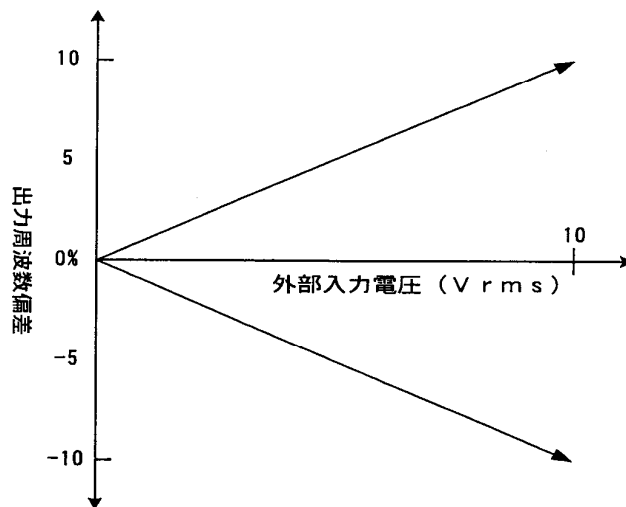

図5-3. EXT SYNC
- (2) 電源を入れ、各スイッチを目的の位置にセットします。
- (3) 目的の周波数レンジに⑤周波数レンジ設定ボタンをセットし、⑦周波数ダイヤルを以下のように合わせます。例えば、⑤周波数レンジ設定ボタンを×100にセットし、⑦周波数ダイヤルを50にセットすると、出力周波数は5kHz ($100 \times 50 = 5000 = 5k$) となります。
- (4) ④出力波形選択ボタンで正弦波、方形波のいずれかを選択します。ボタンがオフ（押し込まれていない状態）で正弦波、オン（押し込まれた状態）で方形波が選択されます。
- (5) 出力の振幅を変えるには、⑥出力レベル調整ツマミと②減衰器で設定してください。設定例として振幅をセットする手順を以下に示します。
- a. ③OUTPUT端子に電圧計を接続します。②減衰器を0dBにセットして、電圧計の表示が1Vrmsになるように⑥出力レベル調整ツマミを回します。
- b. ②減衰器を-10dBにセットすると、振幅は316mVrmsになります。
- c. ②減衰器を-20dBにセットすると、振幅は100mVrmsになります。
- d. ②減衰器を-30dBにセットすると、振幅は31.6mVrmsになります。
- e. ②減衰器を-40dBにセットすると、振幅は10mVrmsになります。
- f. ②減衰器を-50dBにセットすると、振幅は3.16mVrmsになります。
- (6) ⑧外部同期入力端子に正弦波（外部入力信号）を入力すると、外部入力信号と同期した周波数の信号が③OUTPUT端子から出力されます。同期する範囲は外部入力信号の振幅に比例して図5-3. に示されるように、1Vrmsの入力電圧につき±1%です。